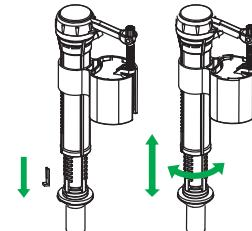

Рис. 3
- поворните трубку клапана относительно корпуса по часовой стрелке на 25°, как показано на рис. 3;
- передвигая трубку клапана вверх или вниз, установите необходимую высоту клапана (рис. 3).